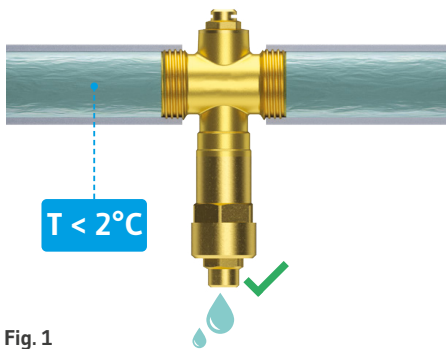

Fig. 1
- Température d'ouverture $2^{\circ}\text{C} \pm 1^{\circ}\text{C}$ (cf. Fig. 1).